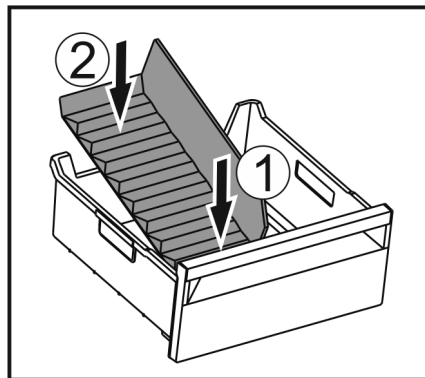

Fig. 115
- Vložte prednú časť oddelovača zásuvky na ľad. Fig. 115 (1)
- Spustite zadnú časť oddelovača zásuvky na ľad až na dno zásuvky. Fig. 115 (2)